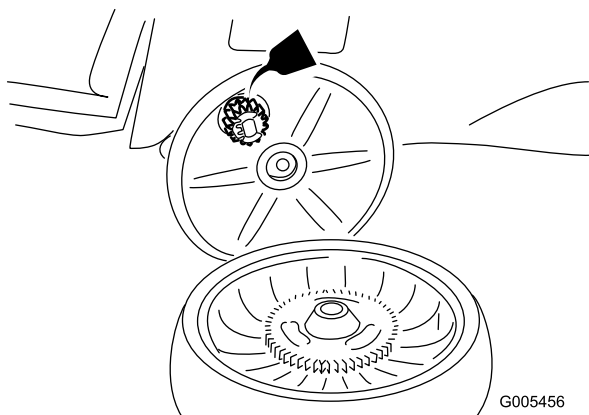

Figura 29
2. Aplique aceite lubricante al interior y al exterior de los engranajes (ver Figura 29).